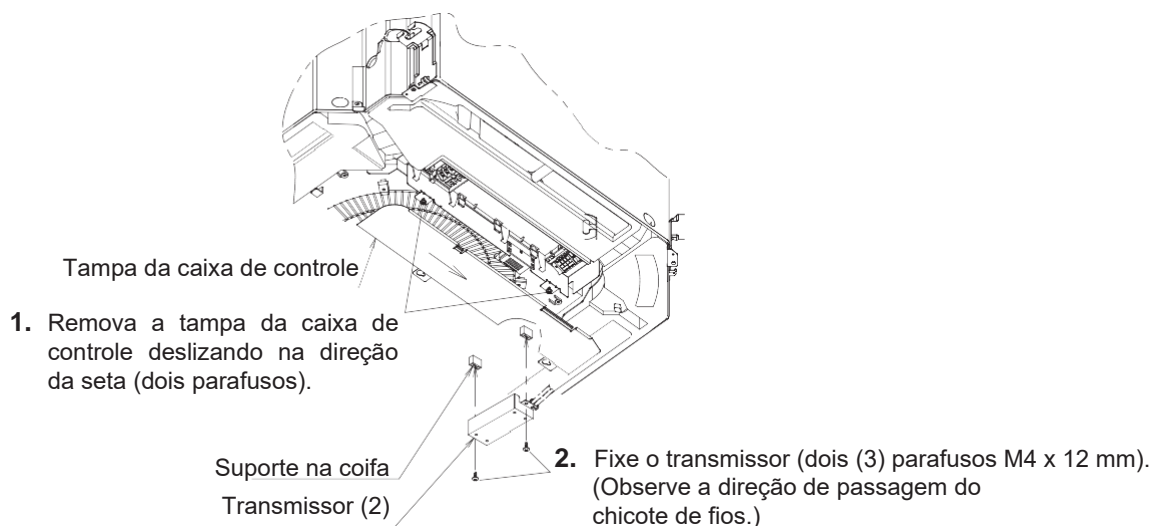
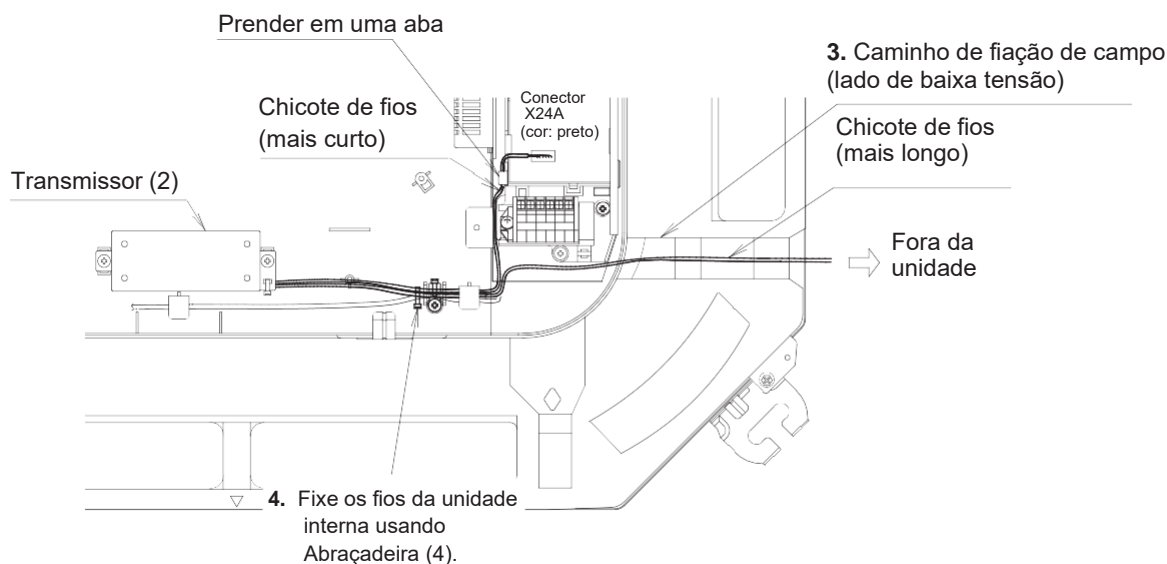

Fig. 5
Fig. 6
2. Fixe o transmissor (2) na parte inferior da coifa do ventilador da unidade interna usando os parafusos de fixação de transmissão (3), conforme mostrado na Fig. 5.
3. Conecte o chicote de fios (o mais curto) do transmissor (2) ao conector X24A na Placa de Circuito Impresso da unidade interna. Passe o chicote de fios (o mais longo) do transmissor (2) para fora da unidade através do caminho de fiação de campo (lado de baixa tensão) da unidade interna.
4. Fixe os dois chicotes de fios do transmissor (2) usando as braçadeiras (4). (Consulte a Fig. 6)